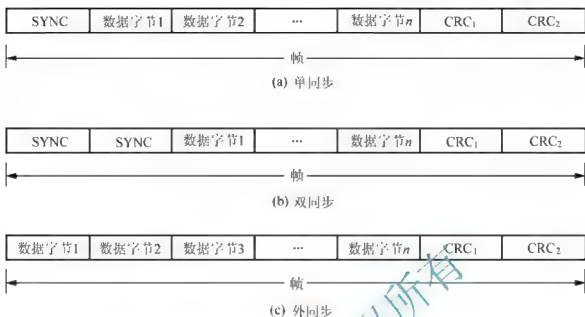

图 7.45 面向字符型同步通信数据格式
(1) 面向字符型的数据格式:面向字符型的同步数据格式可采用单同步、双同步及外同步 3 种数据格式,如图 7.45 所示。